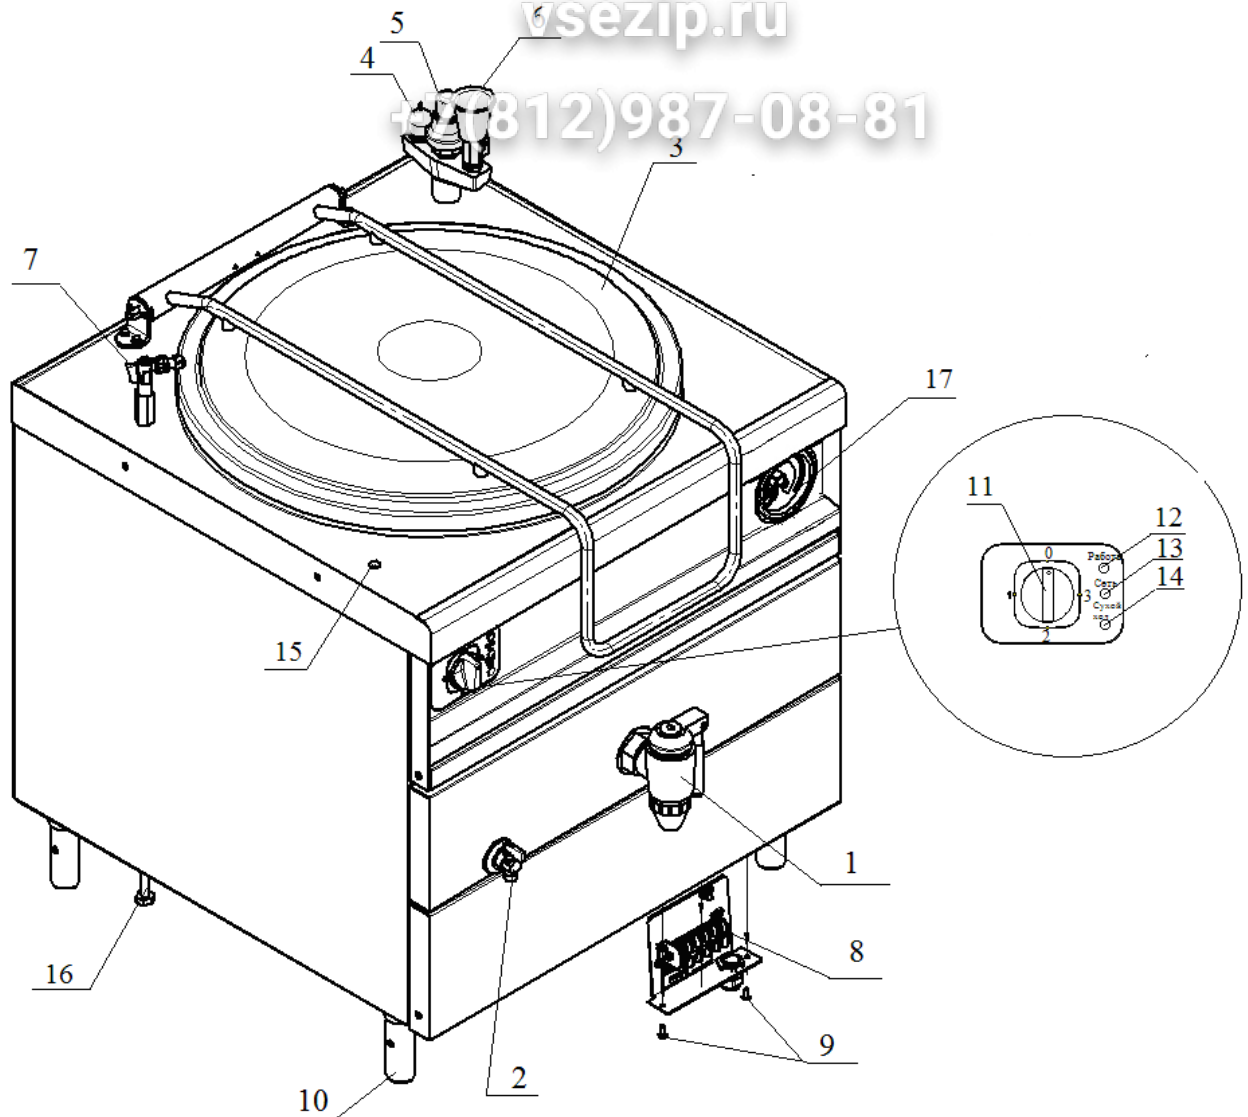

Рис. 2
- открыть кран заливной воронки (рис. 2 поз. 6)
- открыть кран уровня (рис. 2 поз. 2).;
- установить переключатель включения котла в положение «1» (рис. 2 поз. 11). Визуально проконтролировать загорание светосигнальной арматуры «Сухой ход» (рис. 2 поз. 13.);
- установить переключатель в положение «0» (рис. 2 поз. 11);
- установить переключатель включения котла в положение «1» (рис. 2 поз. 11);
Остальное см. Рис.2